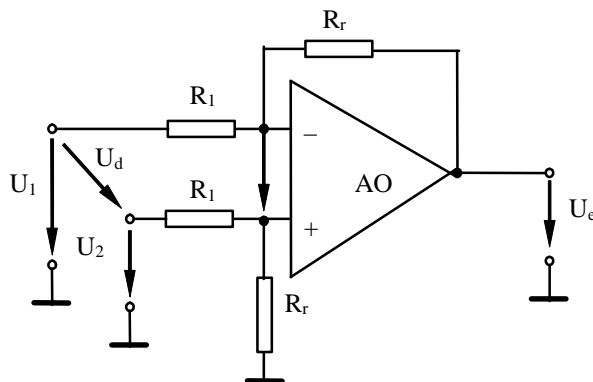

Fig. 6. Amplificator diferențial.
1.2.3. Amplificatorul diferențial are schema din fig. 6, unde se notează $U_2 - U_1 = U_d$. Înlocuind în relația (2.22) valorile din figură, se obține: